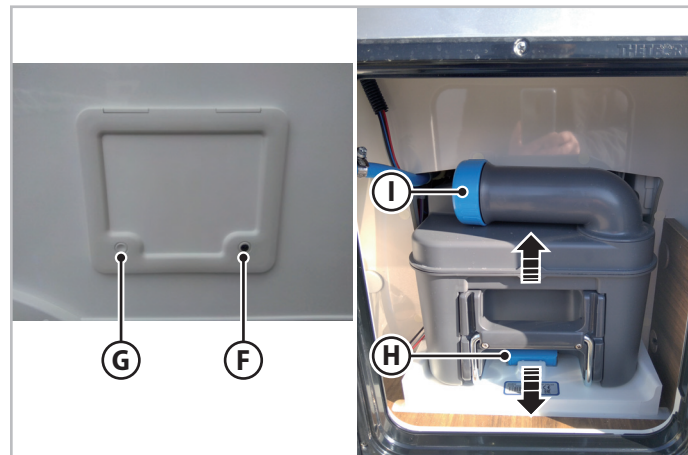

Fig.6.45 - Esvaziamento do autoclismo
2. Abrir a fechadura (F - Fig.6.45) com a chave e, em seguida, retirá-la.
3. Premir os botões G e F (Fig.6.45) e abrir a portinhola.
4. Exercer uma ligeira pressão para cima na pega (H - Fig.6.45) e puxar o depósito para fora.
5. Retirar a tampa (I - Fig.6.45) e premir o botão de ven-